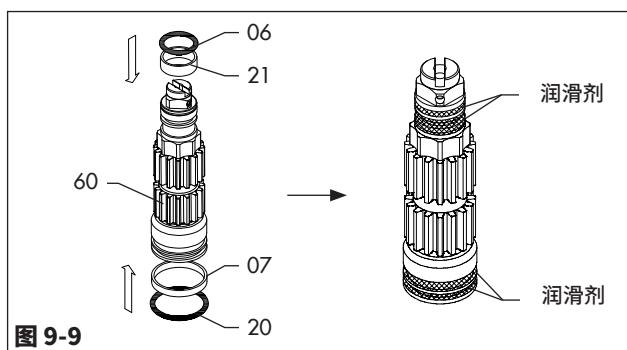
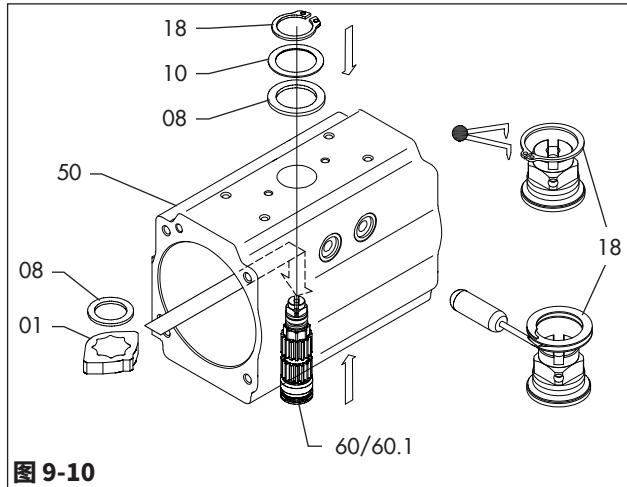
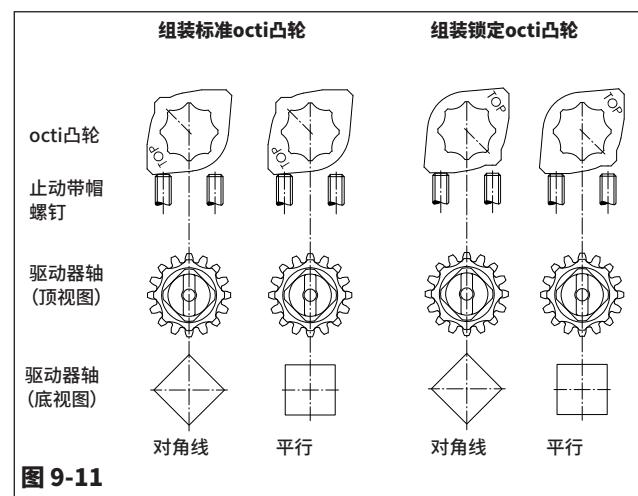

图 9-9
图 9-10
图 9-11
请参阅图9-1、图9-9、图9-10和图9-11。
按照图9-9润滑置于驱动轴(60/60.1)上的轴承和“o”形环的外表面。
- 将驱动轴(60/60.1)部分插入器体(50)中。(图9-9)
- 将octi凸轮(01)穿过器体(50)置于驱动轴(60/60.1)上。请参阅图9-11,根据执行机构的组装配置正确放置octi凸轮(01)。
① 当心